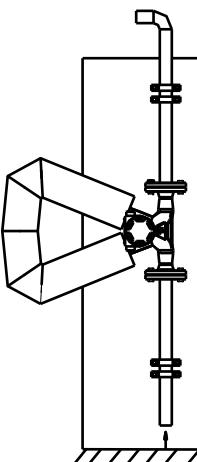

图 2.4
③当测量的介质是悬浊液时, 建议传感器采用旗式安装。如图 2.4 所示。介质的流动方向是自下而上通过传感器流动。